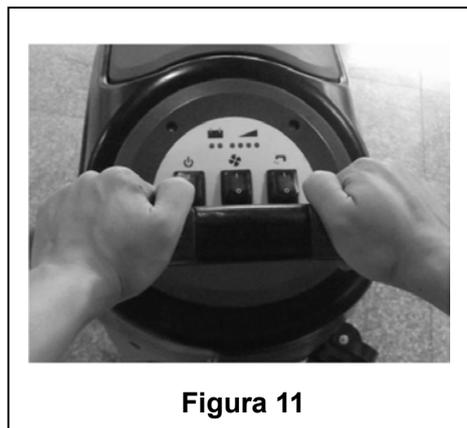

Figura 11
Una din caracteristicile mașinii este instalarea a două butoane de siguranță pe ambele părți ale mânerului bară. Fiecare buton de siguranță este capabil să controleze independent funcționarea periei. În timpul funcționării, aceștia facilitează controlul exploatării mașinii. Din experiență, metoda de a deplasa mașina, așa cum se arată în Figura 11 din dreapta, este cea mai potrivită, utilizatorul ține mâinile mai confortabil ceea ce reduce oboseala. Așadar, se recomandă utilizatorilor să deplaseze mașina în acest fel.
2. Mențineți apăsat butonul de siguranță (1) (așa cum se arată în Figura 11), împingeți pentru a deplasa mașina și începeți operația de curățare.